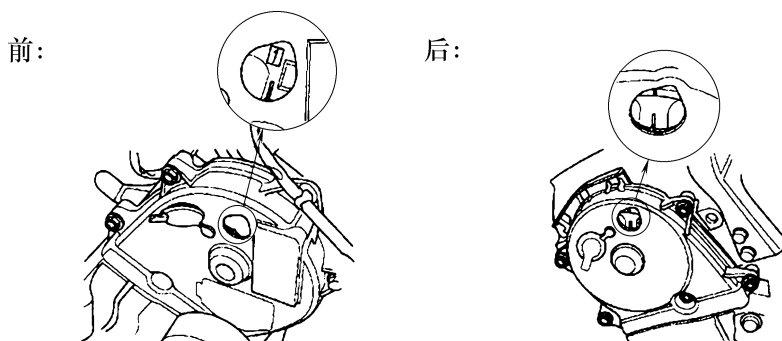

图 23-44 检查凸轮轴带轮标记
15) 按照图 23-44 所示, 检查凸轮轴带轮上的标记, 确认标记已设置在上止点位置。